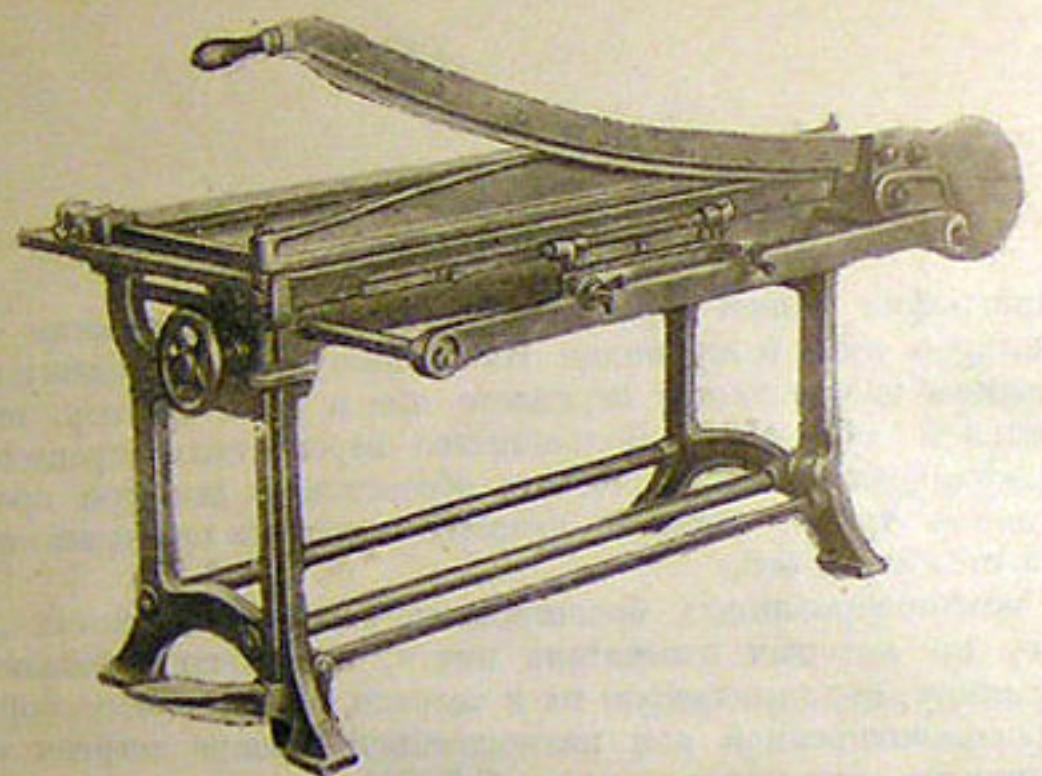

Рис. 1. Картонорубилка
- 1) резку картона (картонорубилка, рис. 1, и картонорезальная машина);